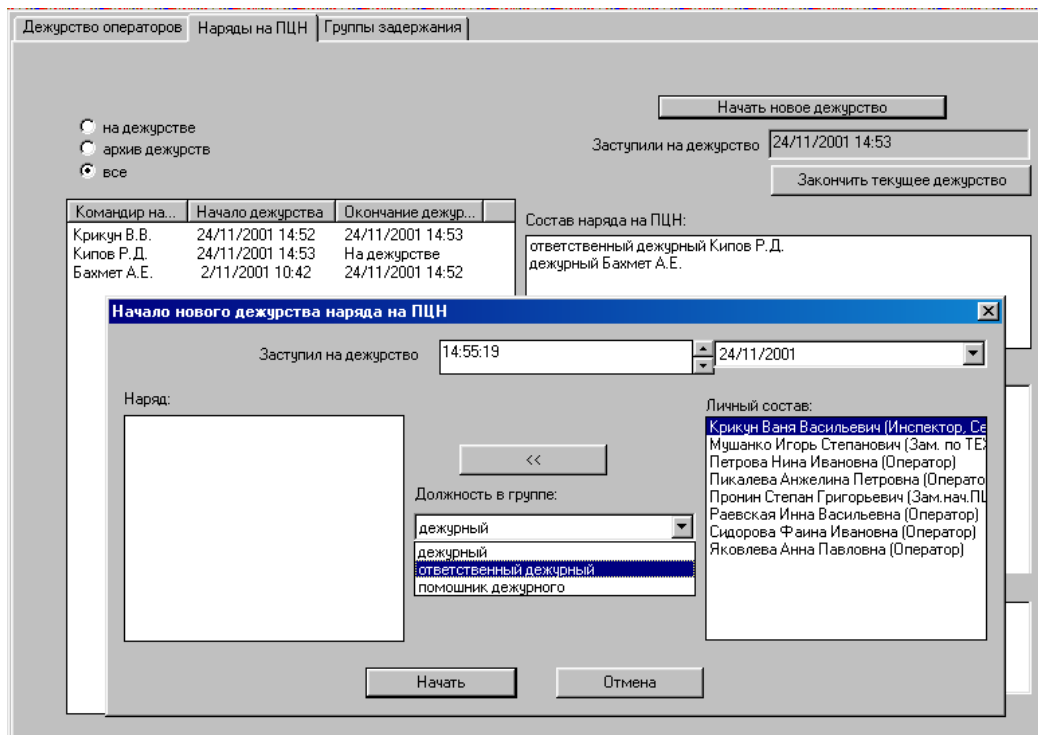

Рисунок 8
3.1.11 В пункте меню «Дежурства и смены» выбрать закладку «Наряды на ПЦН» и нажать кнопку «Начать новое дежурство» (рисунок 8). Выбрать из списка аттестованных сотрудников ПЦН, заступающих на дежурство по ПЦН, далее выбрать должность в группе (дежурный, помощник дежурного, ответственный дежурный) и при помощи стрелки «перенести» данных сотрудников в левую часть окна «Наряд». После нажатия кнопки «Начать» произойдет смена наряда ПЦН. Установив в левой части окна режим просмотра «архив дежурств» либо «все», можно получить информацию о предыдущих нарядах.